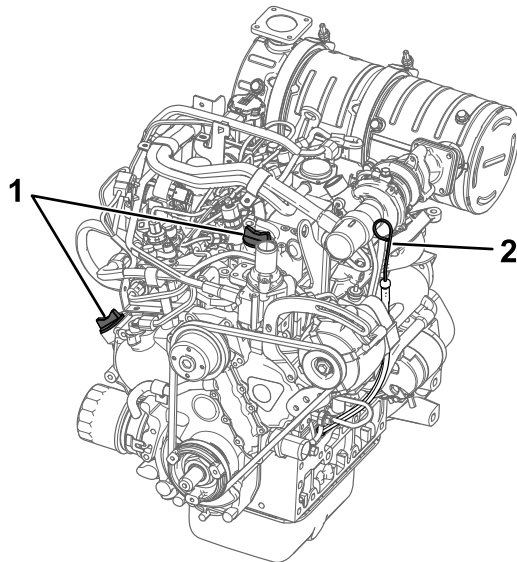

Figura 50
4. Limpie la zona alrededor de la varilla de aceite y el tapón de llenado de aceite (Figura 50).